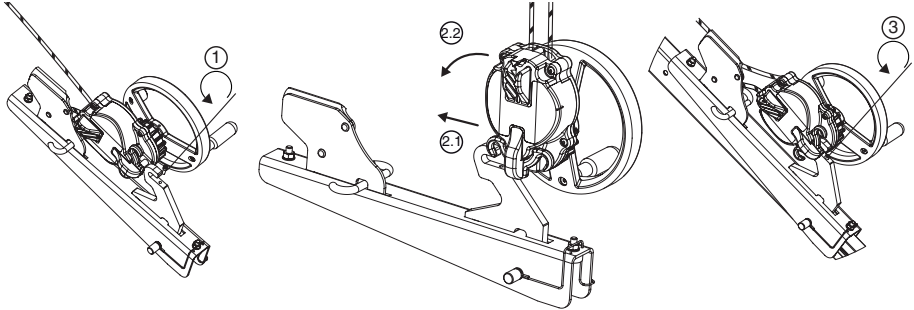

Fig. 8
6.3.4. derope™-toestel UP R (Fig. 8, 9 en 10)
Het derope™-toestel UP R moet op de poot van de trapcode drievoet van Tractel® bevestigd worden zoals aangegeven in Fig. 8. Elke andere bevestiging op een ander punt dan de trapcode drievoet van Tractel® is verboden.
1. Schroef de blokkeerschroef van de verankerhaak van de console voor het derope™-toestel UP R los (Fig. 8,1).
2. Plaats het derope™-toestel UP R op de verankerhaak (Fig. 8, 2.1 – 2.2).
3. Schroef de blokkeerschroef weer vast om te vermijden dat het toestel zich van de console losmaakt (Fig. 8, 3) en controleer op deze goed geplaatst en goed vastzit.